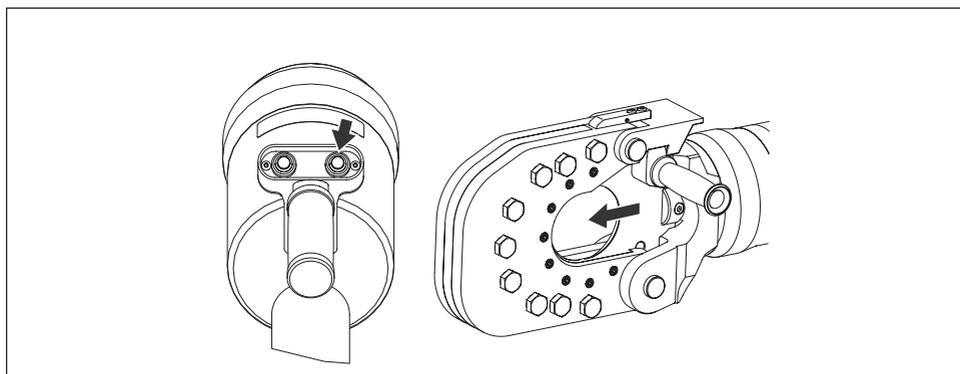

Figura 10, Funzionamento - Estensione/Taglio
- Tenere premuto il pulsante di **estensione** per fare avanzare lo stelo e fare scorrere la lama mobile in avanti. Vedere la figura 10.